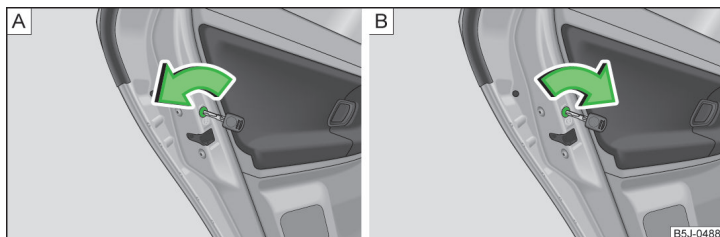

Fig. 27 Activarea siguranței pentru copii: pentru autovehiculele fără, respectiv cu închidere centralizată
- ▶ La autovehiculele fără închidere centralizată, rotiți fanta siguranței de pe portiera stânga împotriva sensului acelor de ceasornic » fig. 27 - A, iar fanta siguranței de pe portiera dreapta, în sensul acelor de ceasornic.
- ▶ La autovehiculele cu închidere centralizată, rotiți fanta siguranței de pe portiera stânga în sensul acelor de ceasornic, iar fanta siguranței de pe portiera dreapta, împotriva sensului acelor de ceasornic » fig. 27 - B.